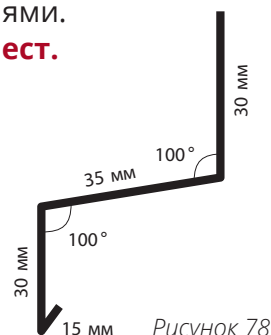

Рисунок 78
- 15.8 Вариант 2.** Используя металлический отлив и два J-профиля (рис. 77). До установки верхнего J-профиля в нем необходимо высверлить небольшие отверстия с интервалом 400-500 мм в нижней полке, для отвода воды из J-профиля. Между J-профилями и отливом необходимо оставить зазор. На рис. 78 показан вариант чертежа отлива.